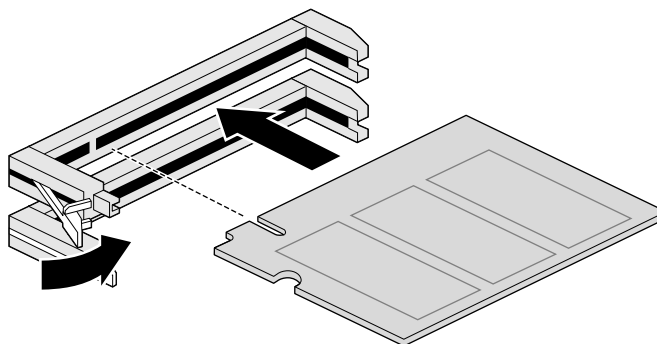

Figure 3-4 Installation d'une barrette mémoire DIMM
- Insérez avec précaution la barrette mémoire DIMM dans l'emplacement jusqu'à ce que le loquet s'enclenche, comme indiqué à la Figure 3-4. Dans le cas contraire, vous pouvez appuyer sur le loquet pour le bloquer en même temps que la barrette.